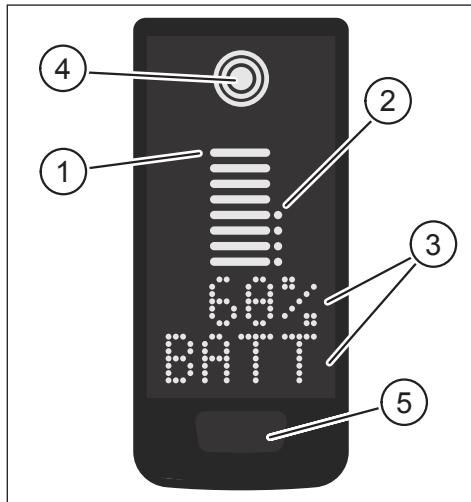
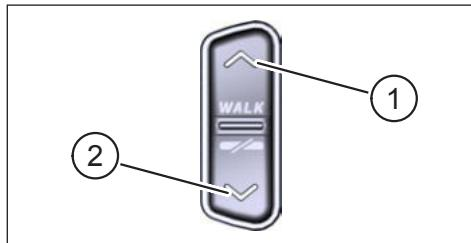

Fig. 1: Eléments de commande et d'affichage sur Display
Fig. 2: Eléments de commande sur la Remote
Pos. dans Fig. 1	Description
Pos. dans Fig. 2	Description
- ▶ Maintenir la touche de commande sur Display (élément 5 Fig. 1) et la touche de commande BAS sur la Remote (élément 2 Fig. 2) enfoncées pendant au moins 5 secondes.
- Une **double clic** pression sur la touche de commande de Display (élément 5 Fig. 1) permet de passer à Display suivant.